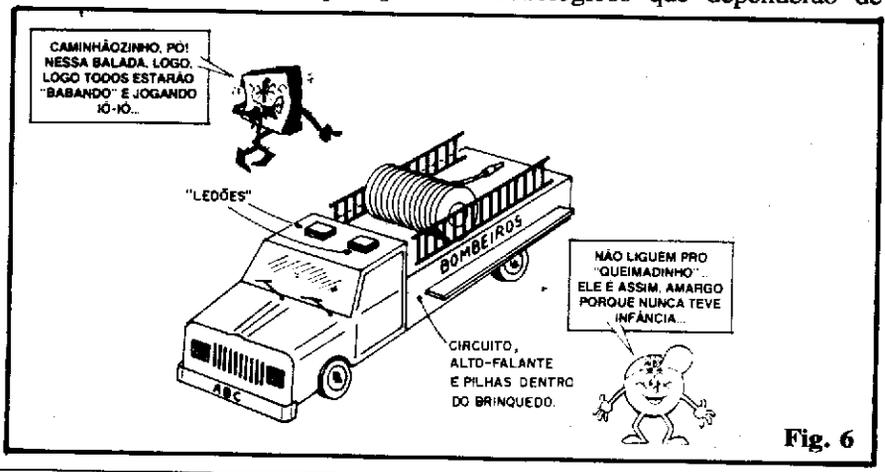

Fig. 6
- FIG. 6 - A sugestão mais óbvia para utilização e adaptação do circuito, é aquela indicada pelo seu próprio nome (EFEITO CARRO DE BOMBEIROS...). Até um brinquedinho de camelo, desses que custam uma "merrêca", pode ser fantasticamente incrementado, embutindo-se no dito cujo a montagem, instalando os LEDs em pontos convenientes (topo da "cabine"....), etc. Pode dar um pouquinho de trabalho, mas os resultados serão - garantimos - muito bons! É certo, porém, que a "coisa" não fica por aí... A imaginação do Leitor/Aluno poderá criar "mil e uma" aplicações